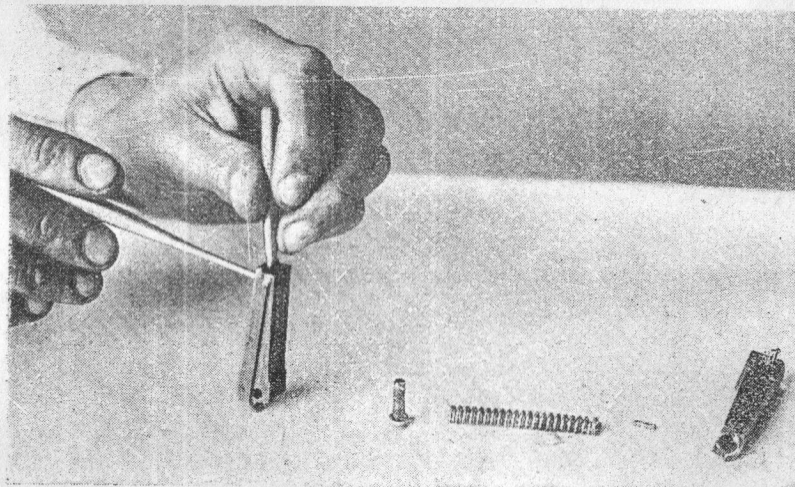

Рис. 24.
**20. Вынуть из задвижки боевую пружину с верхним и нижним стержнем.** Поставить задвижку отвесно (лучше закрепить ее в тиски); с силой нажав выколоткой на верхний стержень, несколько утопив его внутрь задвижки, и другой (тонкой) выколоткой выбить с задней стенки задвижку, удерживающую верхний стержень. Вынуть верхний стержень, боевую пружину и нижний стержень (рис. 24).
*Примечание.* Если задвижка разбиралась (рис. 24).